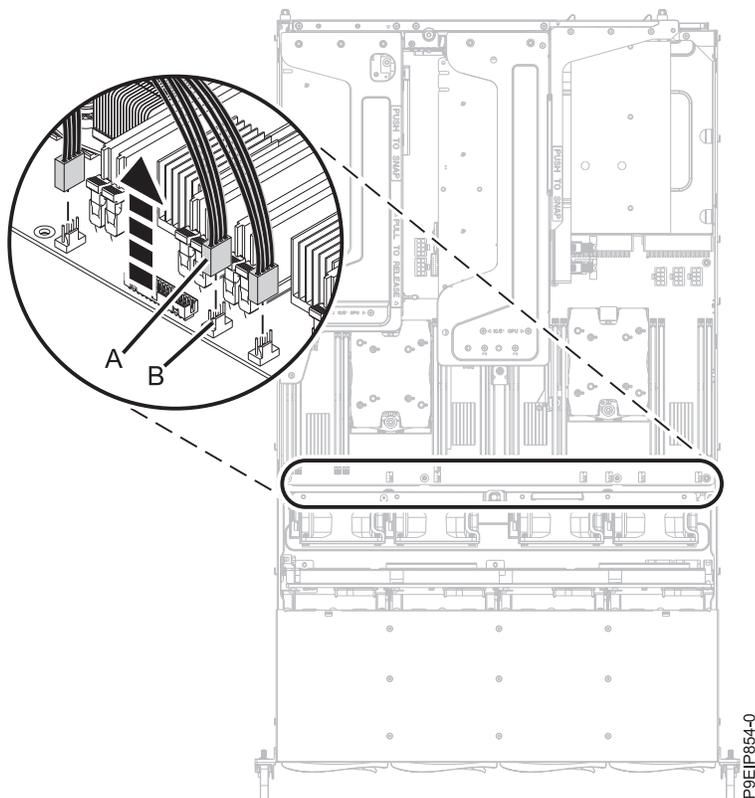

図 63. ファン・ケーブルの切り離し
- システム・バックプレーンから 4 本のファン電源ケーブルのプラグを抜きます (図 63 を参照)。コネクタ・クリップ (B) を解放し、コネクタ (A) をシステム・バックプレーンから慎重に引き上げます。ワイヤーを引っ張らないでください。